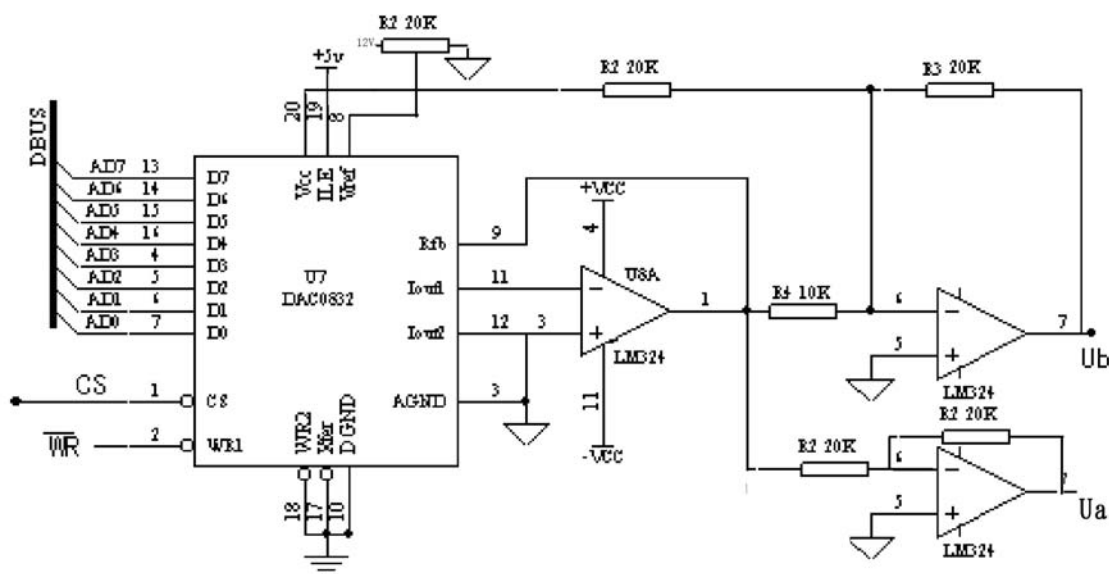

图4-17-1
1、实验电路原理如图4-17-1，DAC0832采用单缓冲方式，具有单双极性输出端(图中的Ua、Ub)，利用debug输出命令(Out 290 数据)输出数据给DAC0832，用万用表测量单极性输出端Ua及双极性输出端Ub的电压，验证数字与电压之间的线性关系。